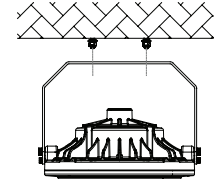

Figure 3
3. The holes on the bracket align with the expansion screws (Figure 3).
3. Les trous du support s'alignent sur les vis d'expansion (Figure 3).